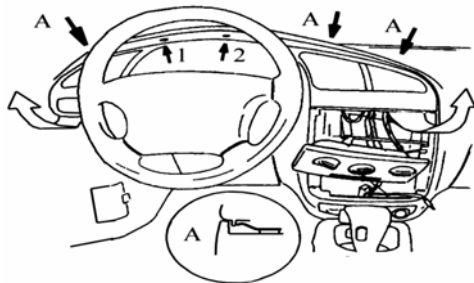

Рис. 5
- 8) Открутите шурупы над приборной панелью, смотрите рис. 5. Снять декоративную панель торпеды, аккуратно приподнимая нижнюю часть, чтобы не загнуть скобы, и опуская вниз, вытяните на себя. Отсоедините все разъёмы.